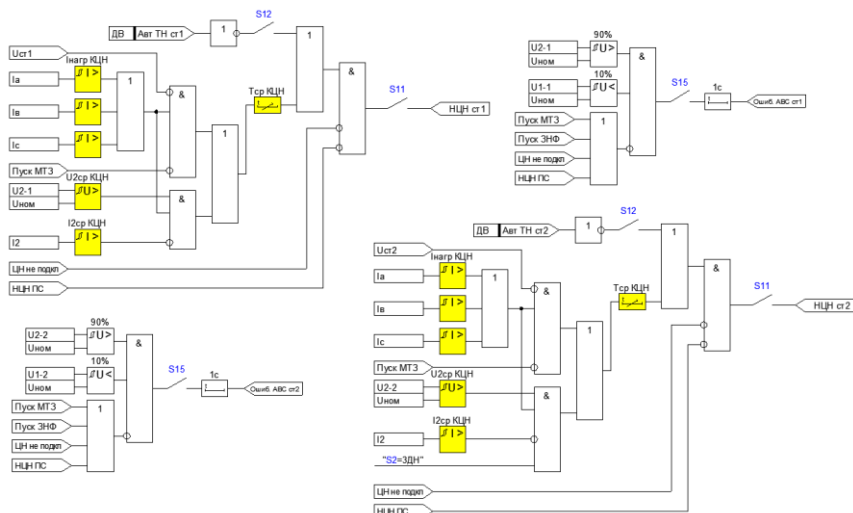

Рисунок 3.1.9 – Функциональная схема контроля ЦН
2) Обрыв цепей напряжения выявляется при одновременном выполнении следующих условий (Рисунок 3.1.9):